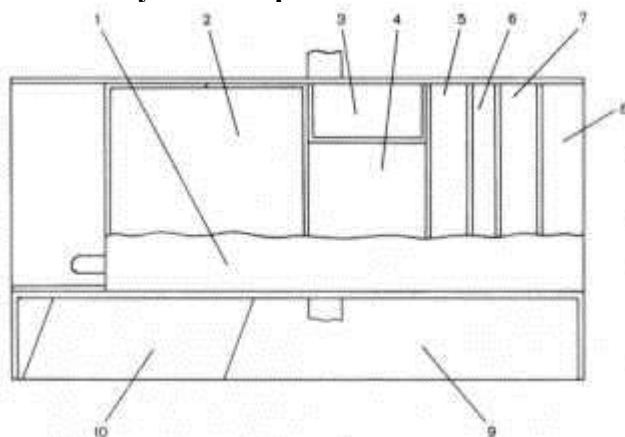

Рис. 4.1
- Откройте футляр (**рис. 4.1**).